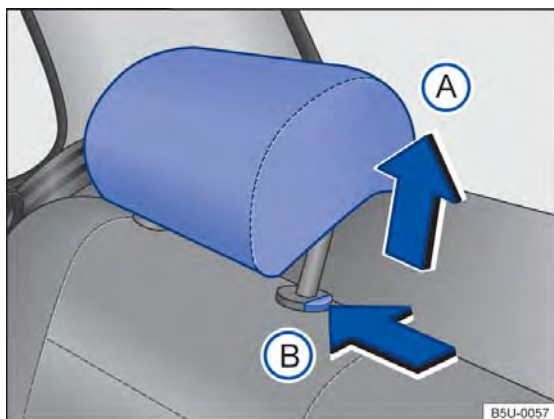

Fig. 39 Ajustar o apoio para cabeça traseiro.
- Empurrar o apoio para cabeça para cima na direção da seta → Fig. 39 (A) ou com a tecla → Fig. 39 (B) pressionada, empurrar para baixo → ⚠️.